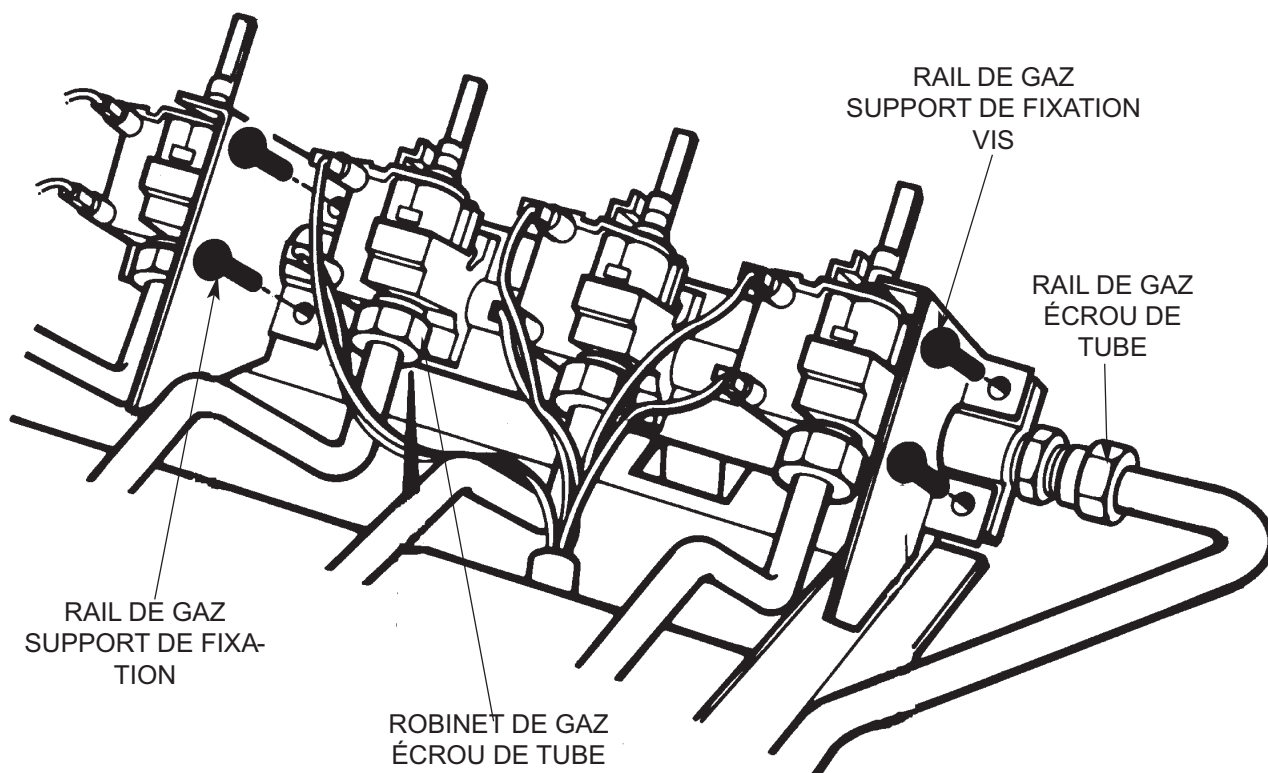

Fig. 19
- 5 Débranchez le rail de tuyauterie et retirez les 4 vis des supports de rail de gaz. (Voir fig. 19).